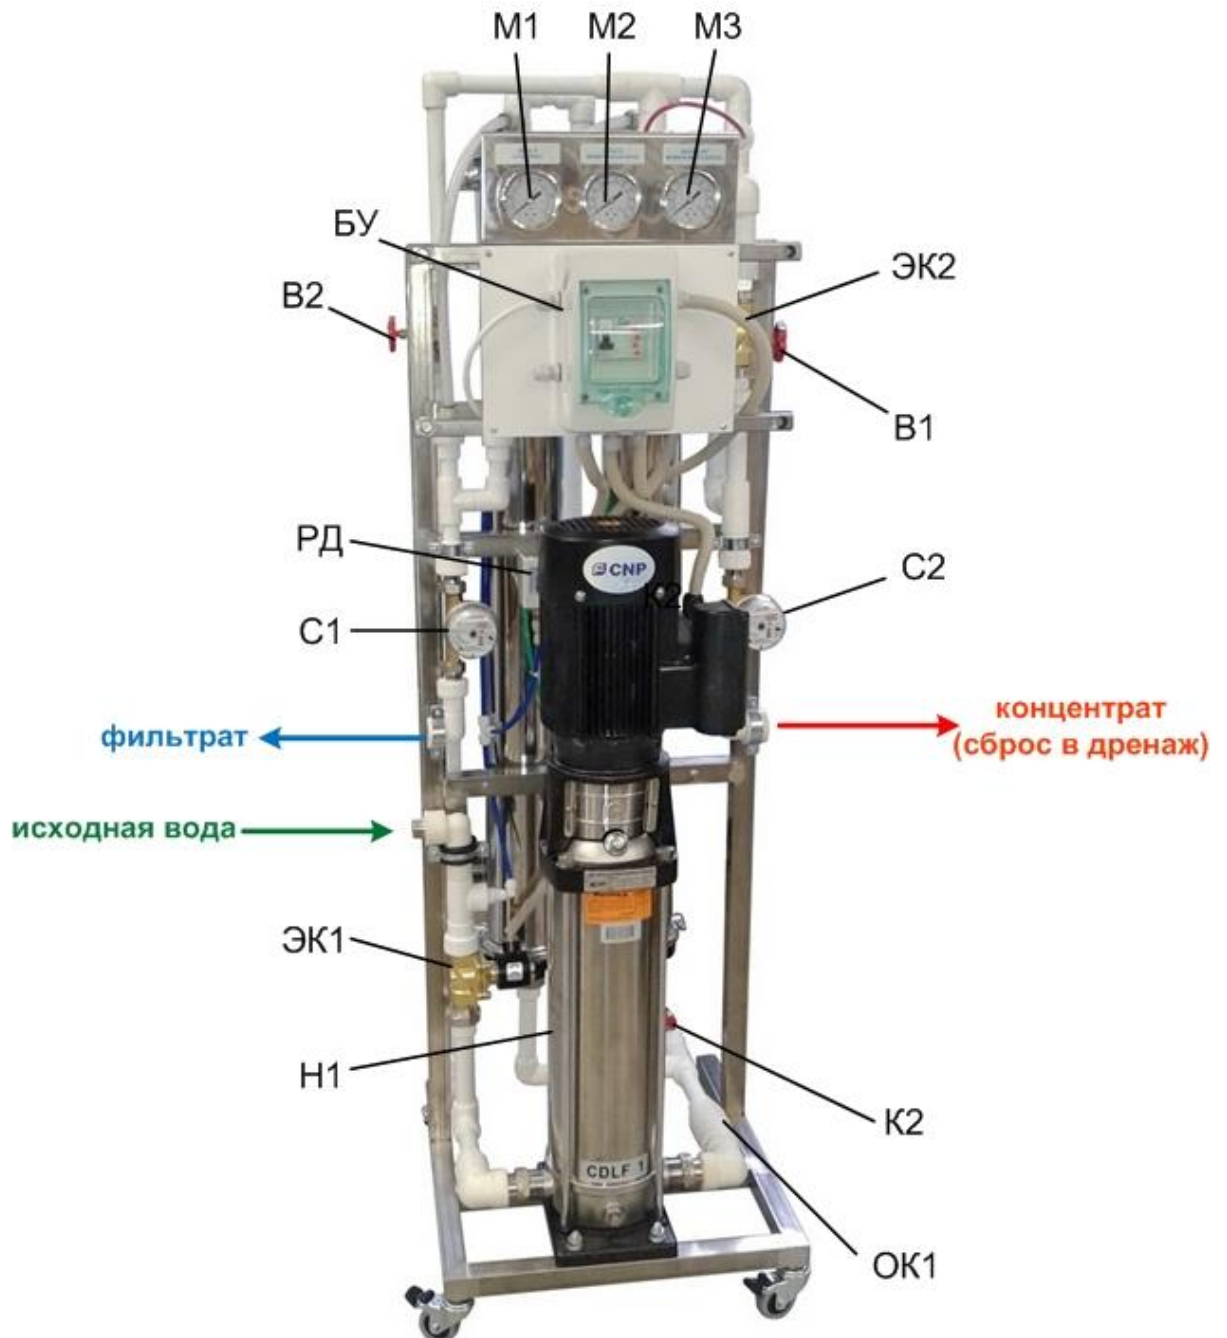

Рис.1 Общий вид установки.
2.1 Общий состав установки (см. рис. 1)
2.1.3 Насос высокого давления (Н1- на рис. 1) предназначен для повышения давления перед мембранным блоком до значения, необходимого для нормальной работы мембранных элементов.
Установка оснащена следующими приборами (рис. 1):